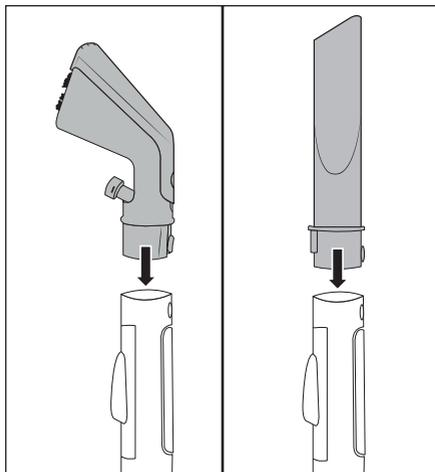

Fig. 3
- ◆ Sæt polstermundstykke ② eller fugemundstykke ④ i sprøjte-/sugeslangen ①, indtil låseknappen ⑤/⑥ går i indgreb (se fig. 3).